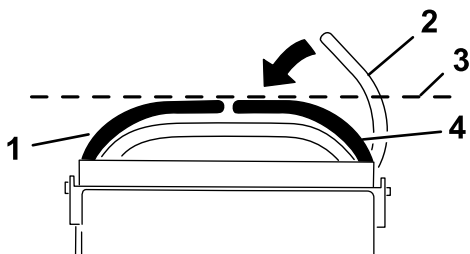

Figura 60
4. Verifique o alinhamento horizontal das alavancas de controlo de movimento (Figura 60).